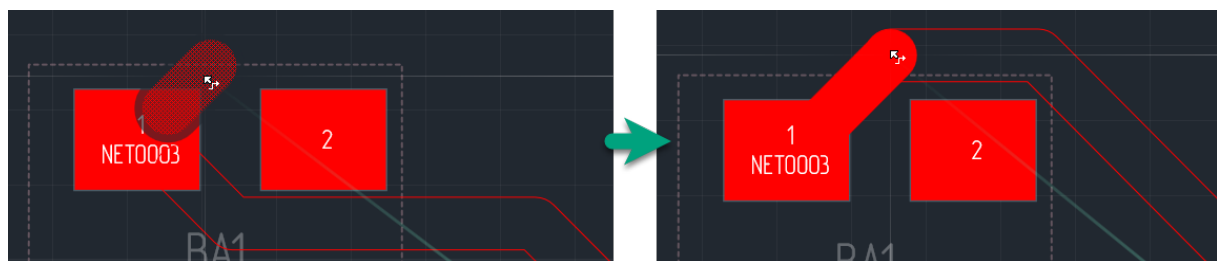

Рис. 192 Точное позиционирование подключения к контактной площадке
4. Переместить курсор в ту точку, где необходимо установить подключение к площадке, при этом на экране будет отображаться возможный вид подключения, см. Рис. 192. Курсор должен быть рядом с площадкой.